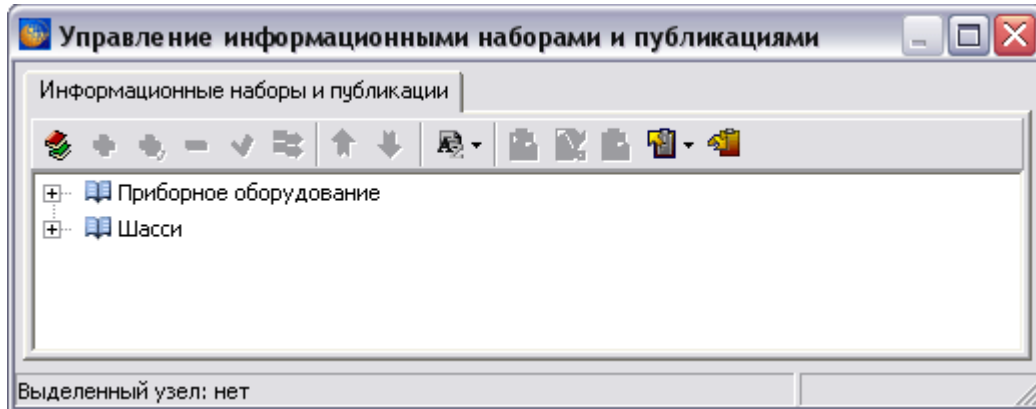

Рис. 8.70
4. Нажмите на кнопку . При успешном импорте в окне **Управление информационными наборами и публикациями** появится новая группа, содержащая импортированные публикации (Рис. 8.70).